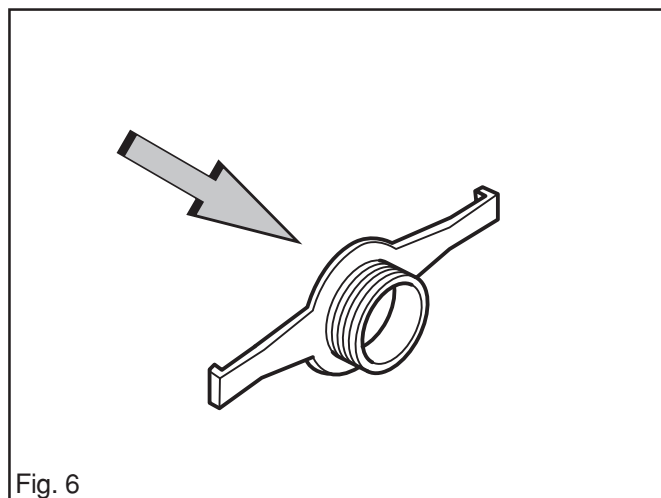

Fig. 6
4. La vis hélicoïdale du pignon d'entraînement de la pompe doit être intacte. Voir la fig. 6.
En accélération partielle (fig. 6), la soupape d'étranglement (H) est partiellement ouverte. Le carburant est distribué par les diffuseurs (F et G).